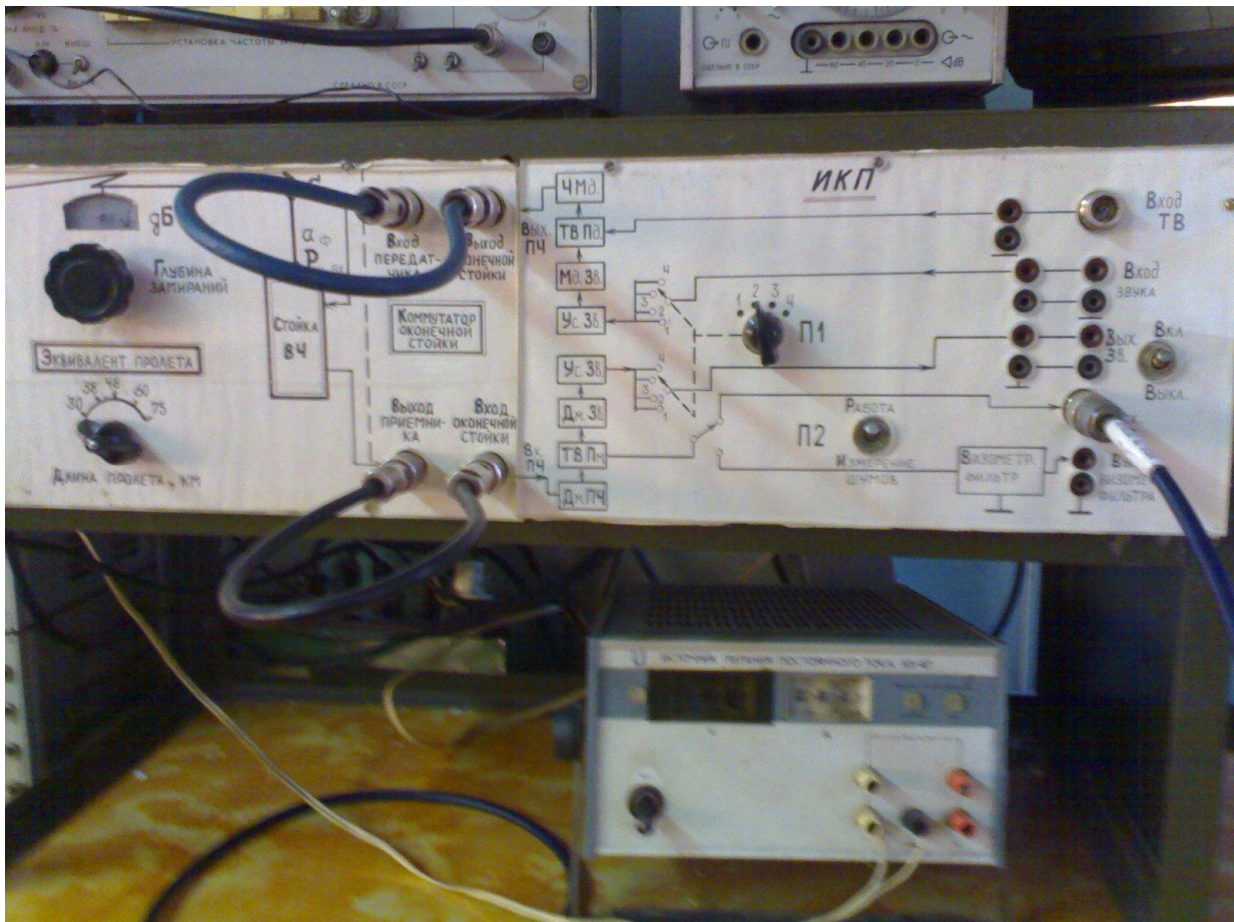

Рис.12.3. Блок питания Б5-47 и ИКП
1. Перед измерениями следует **образовать канал** для передачи телевизионного изображения. Для этого необходимо на ИКП **обеих станций** (см. рис.12.3):